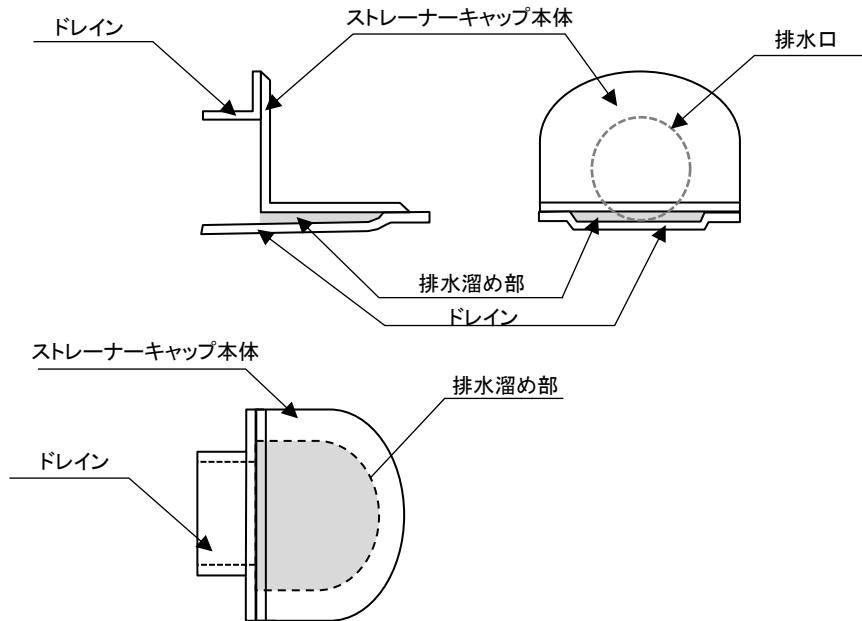

図4－排水溜め部のイメージ
- ・ 本基準書が対象とするストレーナーキャップは、排水溜め部の無いドレインに取り付けることを前提とした。ここで言う排水溜め部とは、ストレーナーキャップを取り付けるドレイン等に設けられた凹みをいい、そのイメージを図4に示す。